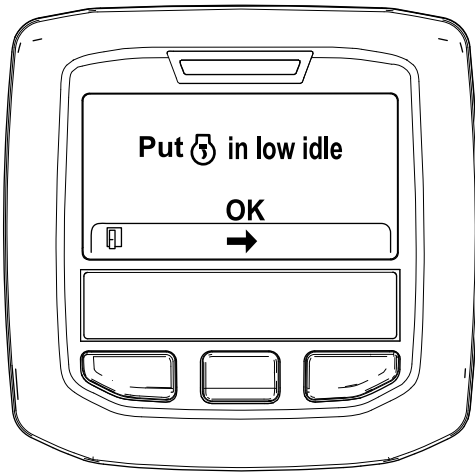

Figura 37
6. Mueva el control del acelerador en RALENTÍ BAJO y pulse el botón central (Figura 37).